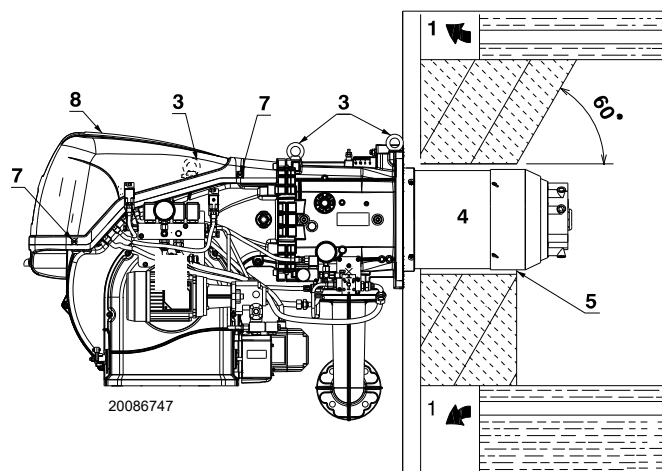

Рис. 16
В котлах с передним оборотом дымовых газов 1)(Рис. 16) или в двухходовых котлах защитите огнеупорным материалом 5) зону между огнеупорной частью котла 2) и жаровой трубой 4).
Предусмотрите соответствующую систему подъема посредством сцепления с кольцами 3)(Рис. 16) после снятия крепежных винтов 7) кожуха 8).
- Вставьте термозащиту из комплекта на жаровую трубу 4)(Рис. 16).